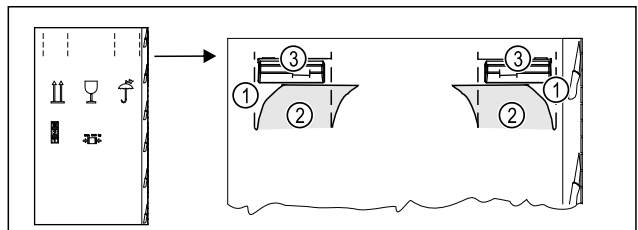

Fig. 4
- Shtypni kartonin ambalazhues lart në vrimat Fig. 4 (1).
- Nxirrni jashtë gjuhëzat e shtypura Fig. 4 (2).
- Doreza mbajtëse Fig. 4 (3) djathtas dhe majtas është e dukshme.
- Kapeni pajisjen nga dorezat mbajtëse Fig. 4 (3).